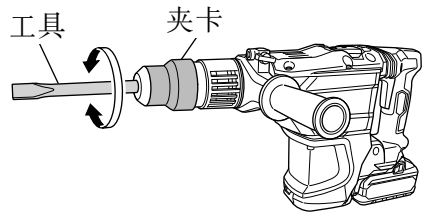

图 28
- (b) 如图 28 所示, 转动夹卡或工具并将工具固定在所需的作业方向。
- (c) 请根据上面 (1) 中所述的步骤, 将选择杆切换至“锤击”的位置并固定工具的位置。